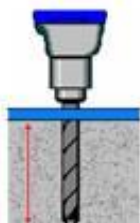

Рис. 3
1. Просверлите отверстия под анкерные болты в полу с помощью электрической дрели. Сверлить следует вертикально (рис. 3).